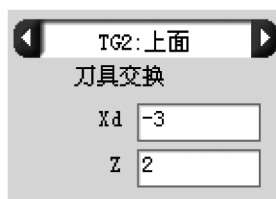

图 6-45 下刀塔换刀设置
3) 切换到 TG2：下刀塔，设定参数如图 6-45 所示。